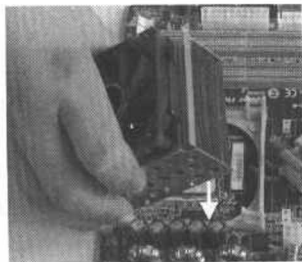

图 1-17 将 CPU 风扇放到主板上对应的位置
- ⑨ 将与 CPU 配套的风扇及散热器轻轻地安放在 CPU 上面，安装时要注意方向，如图 1-17 所示。